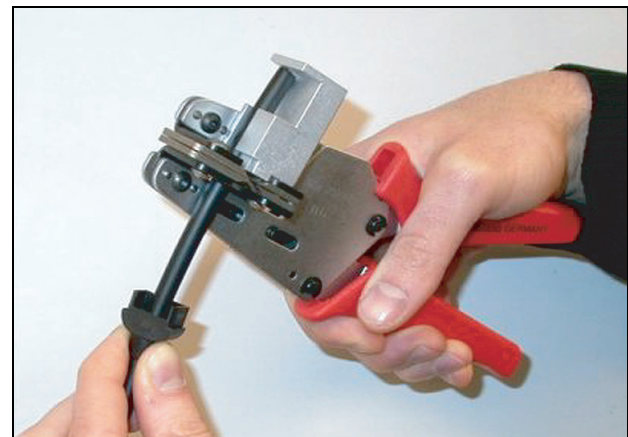

Abbildung 30.7: Abisolieren des Kabels
- 5 Ziehen Sie mit dem Abisolierwerkzeug (Werkzeug 5) die Hülle des Kabels ab, indem Sie das Kabel bis an den Anschlag drücken (siehe Abbildung 30.7).